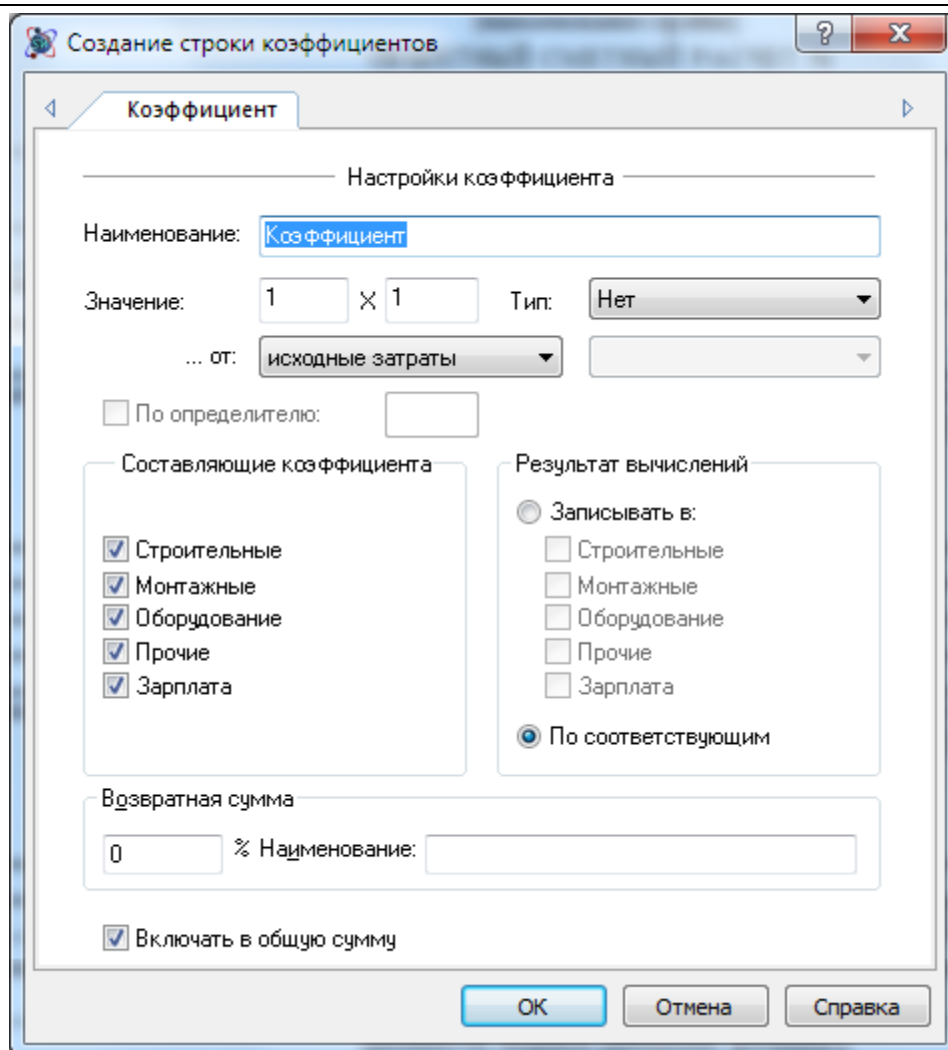

Рис. 4.72 Диалоговое окно Свойства, раздел Строка/Коэффициент
4. В открывшемся диалоговом окне **Создание строки коэффициентов** (рис. 4.72) задать параметры коэффициента и нажать на кнопку **ОК**